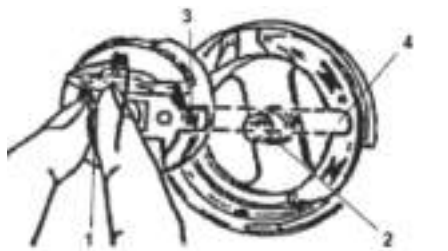

Figura 12
(Ver Figura 12) Segure a caixa da bobina pelo fecho (1) e introduza-a no eixo (2) de tal forma que o dedo posicionador (3) encaixe corretamente no rasgo (4) da lançadeira.